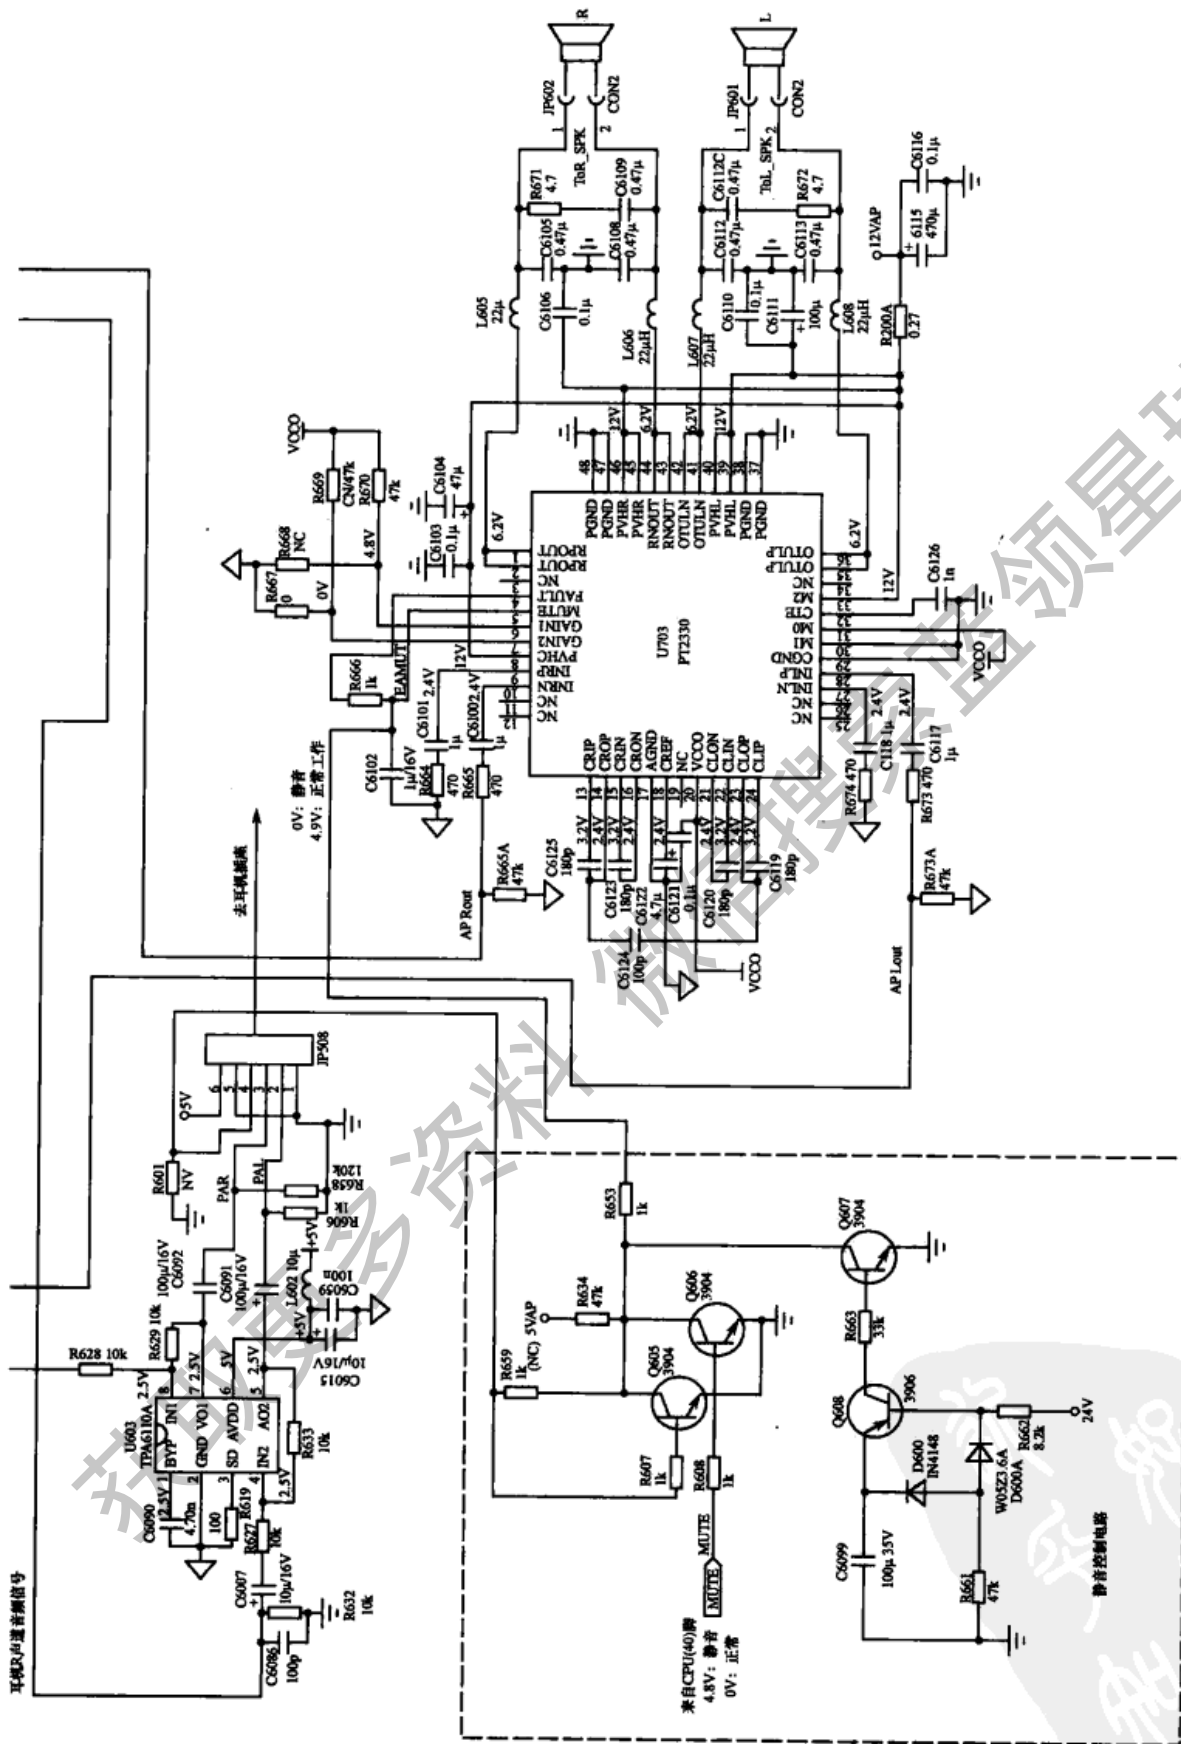

图 4-20 LS10 机芯液晶彩电伴音处理电路
长虹 LS10 机芯液晶彩电伴音处理电路如图 4-20 所示,伴音处理电路主要由伴音切换电路、音效处理电路、伴音功放电路组成。
**提示与引导** 图 4-20 中,虚线框内是静音控制电路,其中 Q608、Q607 等元件共同组成关机静音控制电路,关机瞬间,Q608、Q607 同时饱和(该电路机构与普通彩电相同,具体控制原理不再阐述),将 PT2330 的 5 脚电压控制为 0V 低电平,实现关机静音;Q606 组成直接静音控制电路,当把电视机音量关为 0 或直接按下遥控器的“静音”键或电视机无信号时,从 CPU 的 40 脚输出高电平 4.8V,Q606 饱和,PT2330 的 5 脚变为 0V 低电平,实现静音控制;Q605 为耳机插入识别控制管,当电视机插入耳机时,从耳机插座 JP508 的 4 脚送来高电平,经 R607 后令 Q605 饱和,PT2330 进入静音状态,左右扬声器声音被关闭。